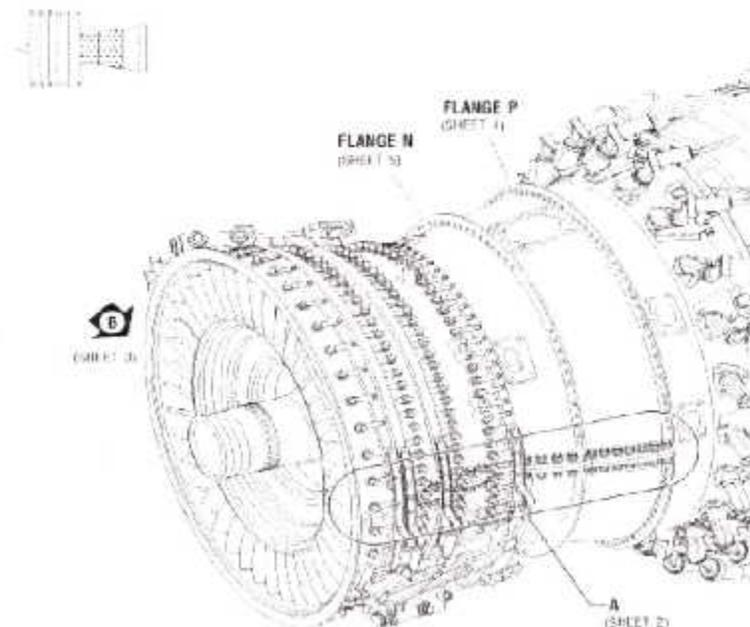

Fig. III. 99: Dépose des Supports De la Bride du Stator HPT.
1. On retire les supports de bride du stator HPC (fig.III. 99) comme suit :